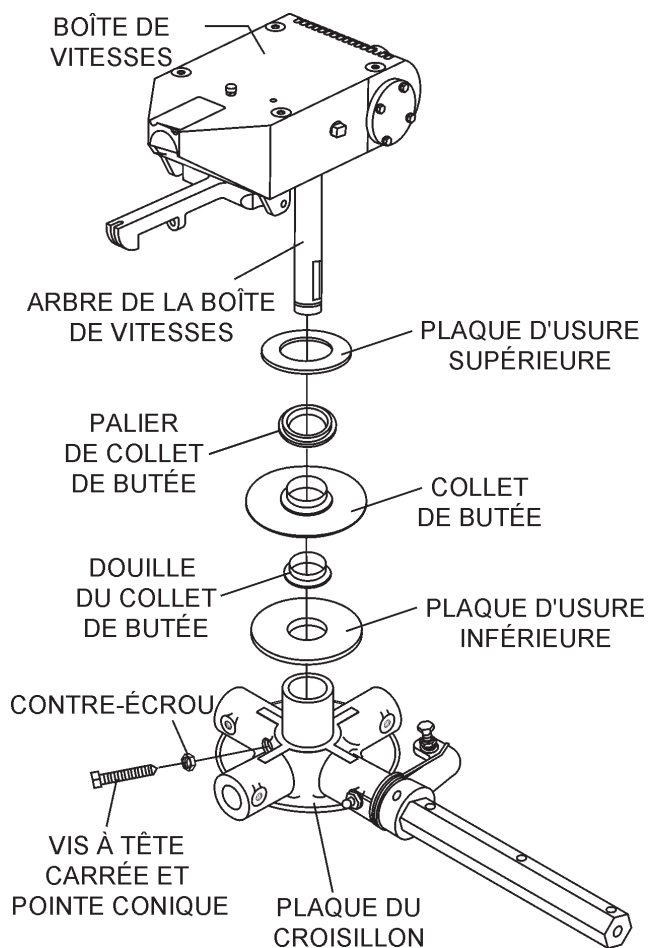

Figure 39. Retrait du croisillon/de la boîte de vitesses
- Situez la vis à tête carrée et pointe conique (Figure 39) et le contre-écrou attaché situé sur le côté du croisillon.